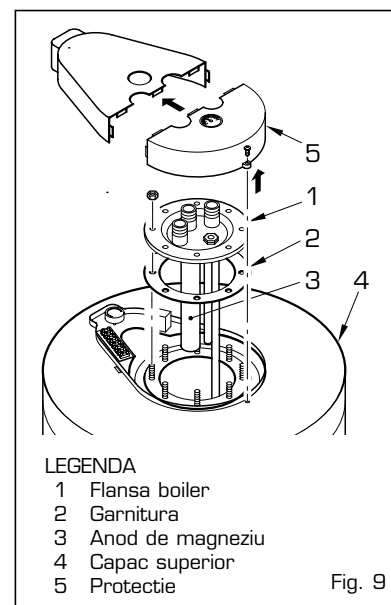

Fig. 9
Boilerul **"BA 100 - BA 150 - BA 200"** este dotat cu un anod anticoroziv (fig. 9) care in conditii de functionare normala are o durata de viata de 5 ani. Se recomanda sa se controleze gradul de consumare al acestuia si sa se inlocuiasca in cazul in care este necesar. Pentru a demonta flansa boilerului (1), scoateti protectia (5) si desurubati cele doua piulite care blocheaza capacul superior (4). Ridicati apoi capacul superior fixat prin presare.